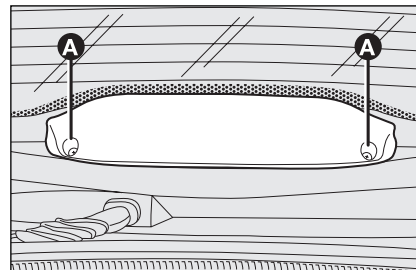

fig. 37
- dévisser les deux vis **A-fig. 37** et enlever le couvercle complet;